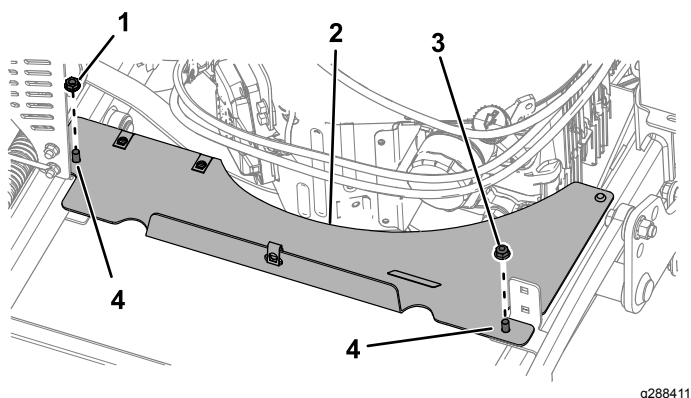

Figure 4
2. Retirez l'écrou hexagonal (5/16") qui fixe l'extension de la protection aux boulons de carrosserie (Figure 4). Déposez extension de la protection.